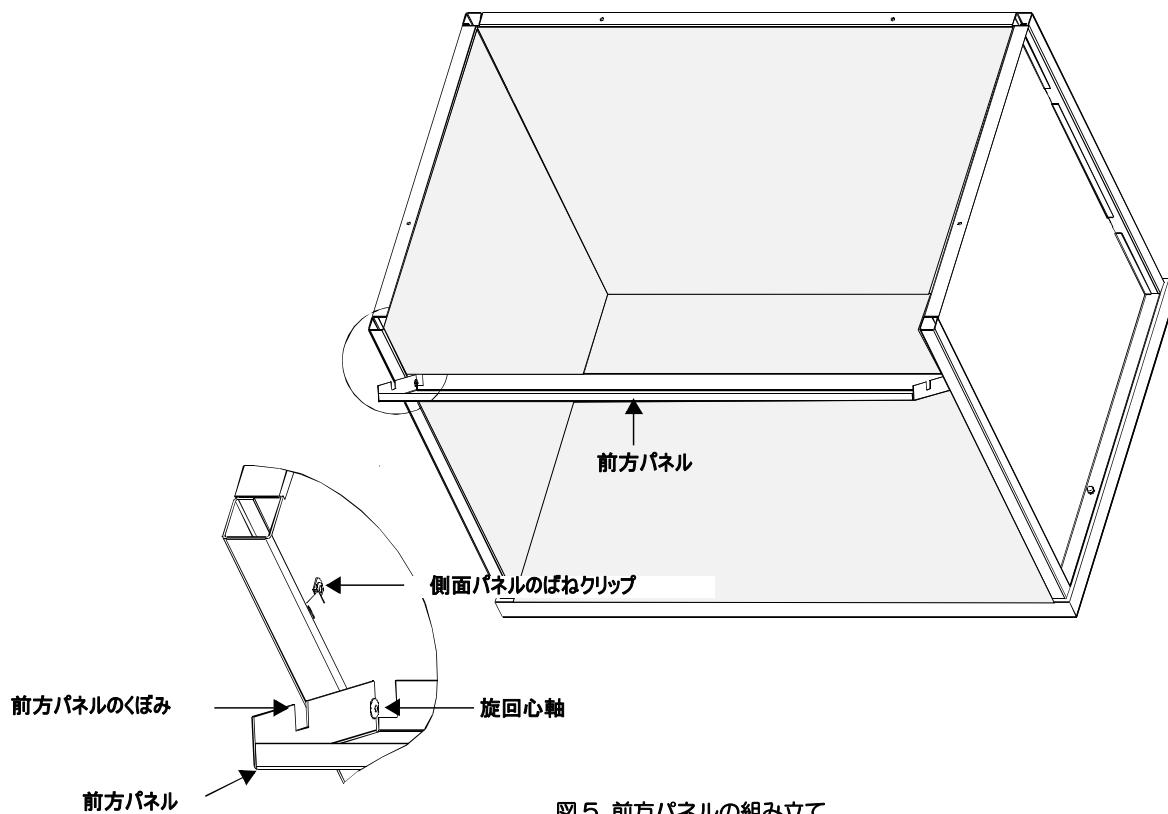

図5 前方パネルの組み立て
9. 前方パネルを本体上部に向けて持ち上げ、くぼみに合わせて回転させて、左右パネルをねじクリップで固定します。（図5参照。）